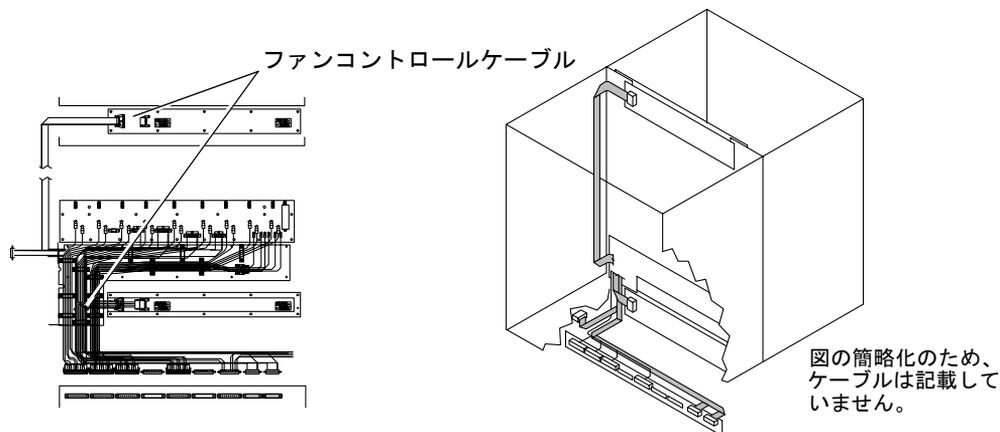

図 16-12 内部ケーブルハーネスセット
9. 上部および下部のカードガイド部品から手を入れて、I²C ファンケーブルを 4 つのファンバックプレーンに固定している灰色のコネクタを取り外します (図 16-12)。